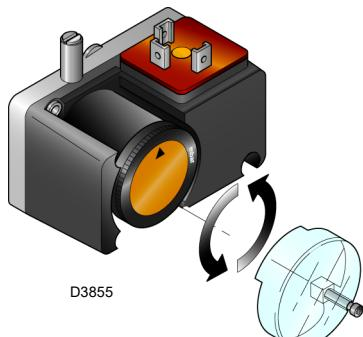

Fig. 24
- Regolare il pressostato gas di minima all'inizio scala (Fig. 24).